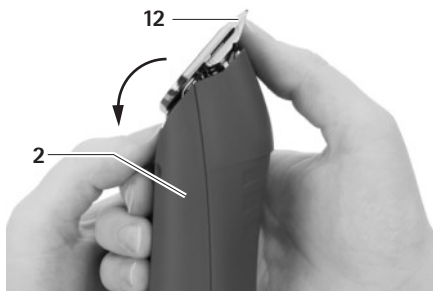

Fig. 4
- Aprire la testa di tosatura **12** tirandola in avanti, vedere Fig. 4.